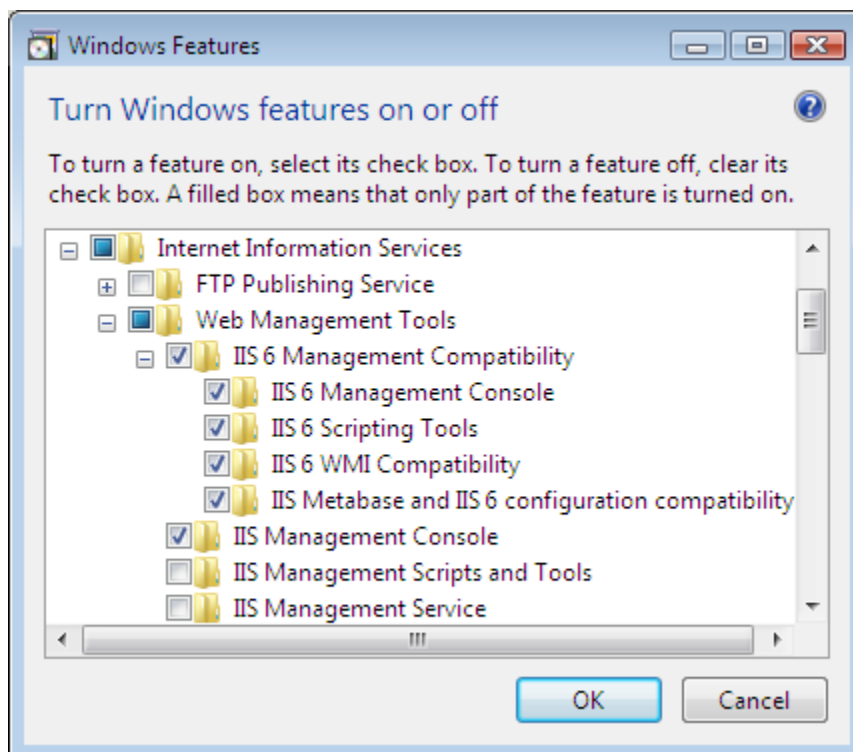

Figura 4-14: Ventana Características de Windows - Servicios de Información de Internet
3. Expanda **Internet Information Services | Web Management Tools | ISS 6 Management Compatibility** (Servicios de información de Internet | Herramientas de gestión de red | Compatibilidad de gestión de IIS 6). Verifique que todas las ramas estén marcadas como se muestra en la Figura 4-14.